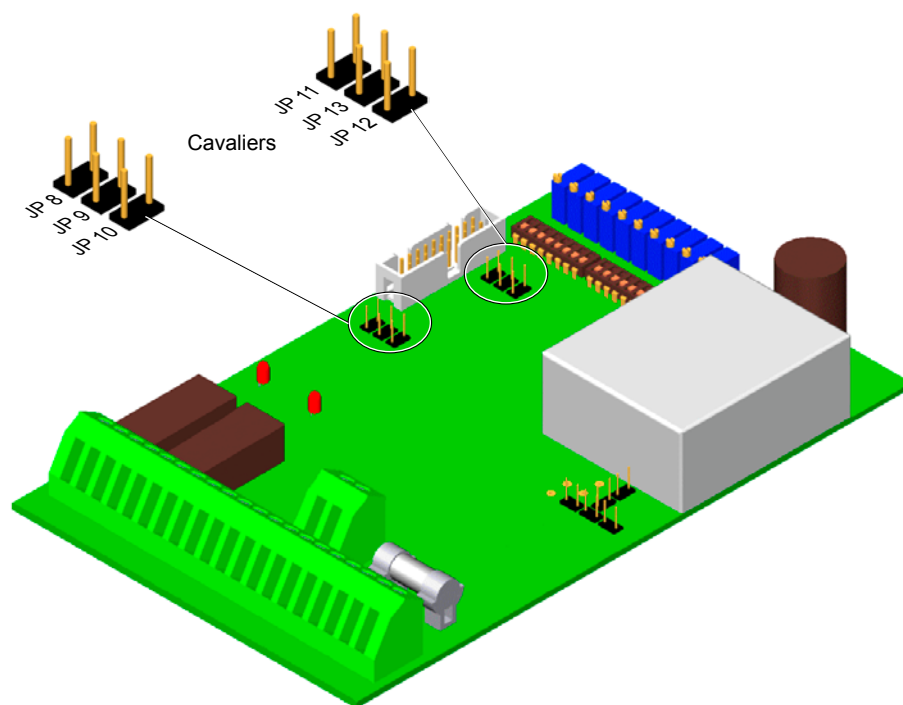

Figure 3-2 Emplacement des cavaliers JP8 à JP10
- Le micro-interrupteur SWB7, visible à la *figure 3-2*, doit être sur la position OFF.
- Le micro-interrupteur SWB7, montré à la *figure 3-2*, doit être en position ON pour que le signal de test soit activé.
- Pour l'ajustement des seuils de détection U_{level1} et U_{level2} , il faut relier $U_{O/P \text{ level2}}$ à $U_{O/P}$ en connectant le cavalier JP8. L'emplacement du cavalier JP8 est montré à la *figure 3-2*.